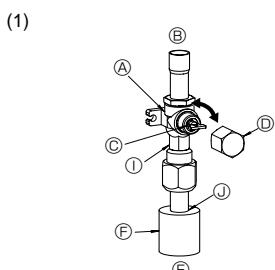

Fig. 4-5
- (1) Lato gas (Fig. 4-5)
- ① Rimuovere il cappuccio, tirare la maniglia verso di sé e ruotare di 1/4 di giro in senso antiorario per aprire.
- ② Assicurarsi che la valvola d'arresto sia completamente aperta, spingere in dentro la maniglia e riportare il cappuccio alla posizione originale.